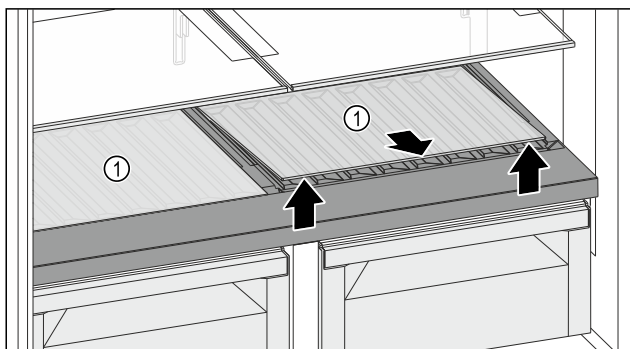

Fig. 125
- Jednu sklenú dosku alebo obidve sklené dosky Fig. 125 (1) na vybraní vpredu nadvihnite a vytiahnite.
- Sklenú dosku(y) Fig. 125 (1) bezpečne uchovávajte mimo zariadenia.